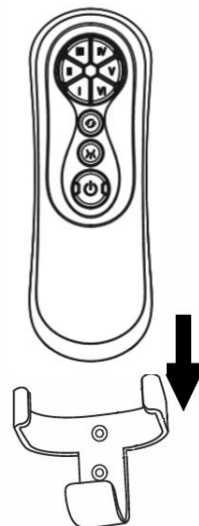

Fig. 11b
2. Deslice el control remoto en el sujetador para que allí descansa. (Fig. 11b)